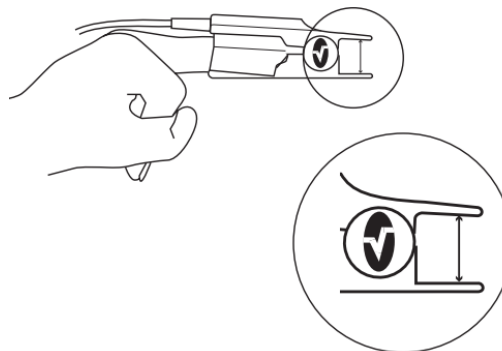

Fig. 15-2 Colocación sensor ADL/PED.
2. Consulte la Fig. 15-2. Las lengüetas con bisagra del sensor se deberán abrir lo suficiente como para distribuir de manera uniforme la sujeción del sensor a lo largo del dedo. Verifique la posición del sensor para comprobar que esté en la posición correcta. Es necesario que la ventana del detector quede completamente cubierta para garantizar la obtención de datos precisos.